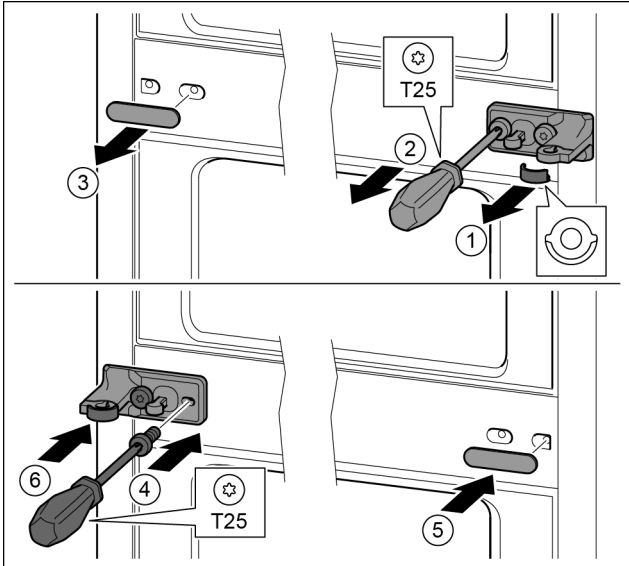

Fig. 29
- ▶ Зніміть перстину. Fig. 29 (1)
- ▶ Викрутіть гвинти за допомогою викрутки T25. Fig. 29 (2)
- ▶ Обережно зніміть кришку. Fig. 29 (3)
- ▶ Опорний кронштейн із плівкою, повернутий на 180°, закріпіть гвинтами з іншого боку. Fig. 29 (4)
- ▶ Почепіть кришку, що повернута на 180°, з іншого боку праворуч. Fig. 29 (5)
- ▶ Встановіть шайбу спереду. Fig. 29 (6)